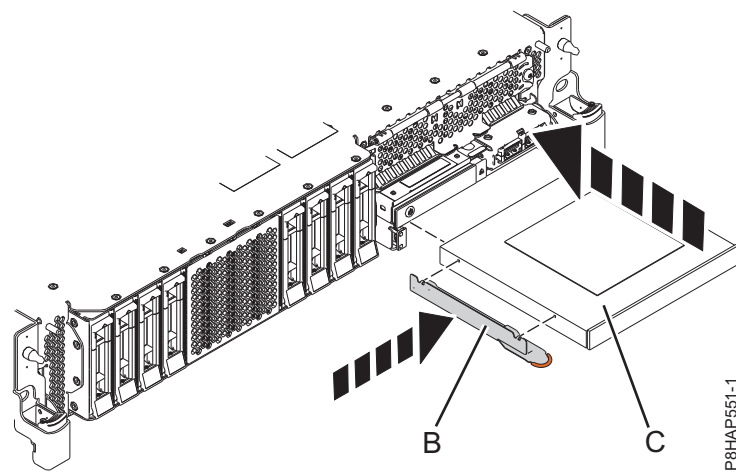
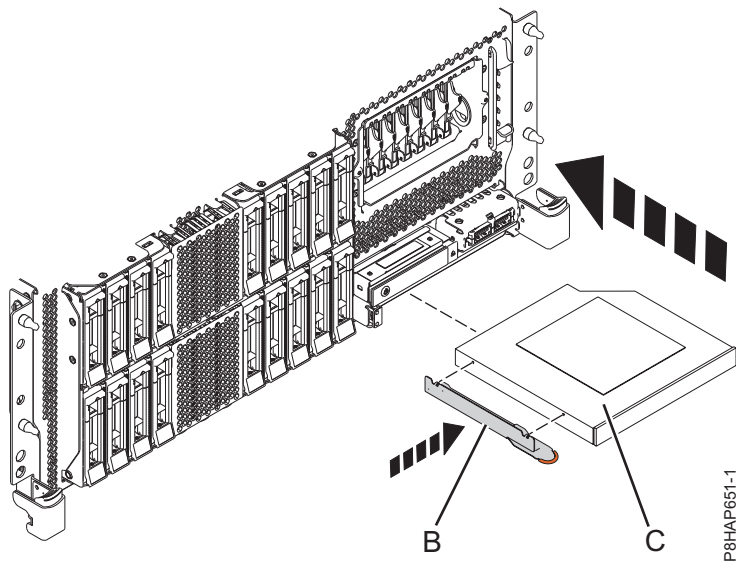
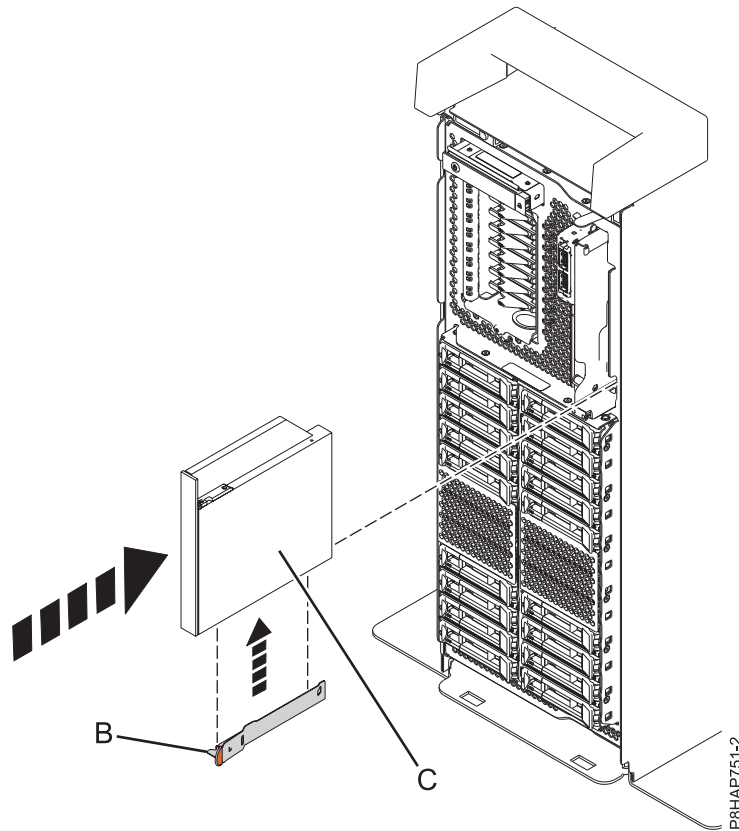

Figura 20. Instalación de un dispositivo de soporte extraplano en un sistema 5148-21L, 5148-22L, 8247-21L, 8247-22L, 8284-21A o 8284-22A
Figura 21. Instalación de un dispositivo de soporte extraplano en un sistema 8247-42L, 8286-41A o 8286-42A montado en bastidor
Figura 22. Instalación de un dispositivo de soporte extraplano en un sistema autónomo
4. Conecte la abrazadera de retención (**B**) al nuevo dispositivo de soporte extraplano, como se muestra en la Figura 20 en la página 27 para un sistema 5148-21L, 5148-22L, 8247-21L, 8247-22L, 8284-21A o 8284-22A; la Figura 21 en la página 27 para un sistema 8247-42L, 8286-41A o 8286-42A montado en bastidor; o la Figura 22 en la página 28 para un sistema 8286-41A autónomo.
Para un sistema 5148-21L, 5148-22L, 8247-21L, 8247-22L, 8284-21A o 8284-22A, consulte la Figura 20 en la página 27; para un sistema 8247-42L, 8286-41A o 8286-42A montado en bastidor, consulte la Figura 21 en la página 27; o bien, para un sistema 8286-41A autónomo, consulte la Figura 22 en la página 28.